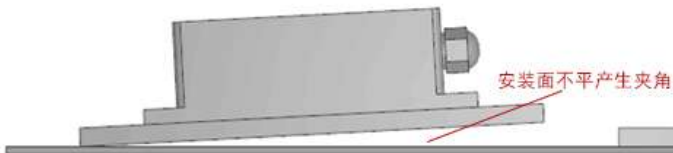

图 1
- 1) 传感器的安装面与被测量面固定必须紧密、平整、稳定，如果安装面出现不平容易造成传感器测量夹角误差。见图 1、2